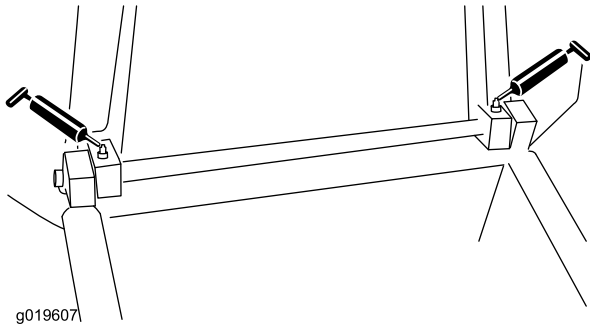

Figure 19
- Points de pivotement de la trémie (quantité 2) – Figure 19